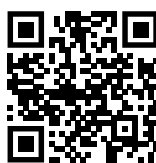

Fig. 74
- ▶ Open het Liebherr SmartMonitoring Dashboard. (zie Fig. 74).